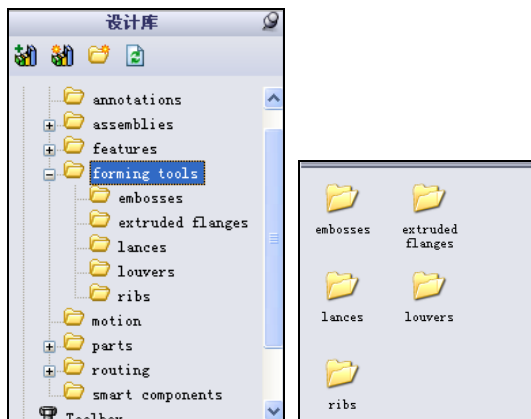

图 11-37 选择【forming tools】文件夹
- 02 在任务窗格中单击  【设计库】选项卡，选择【forming tools (成形工具)】文件夹，如图 11-37 所示。